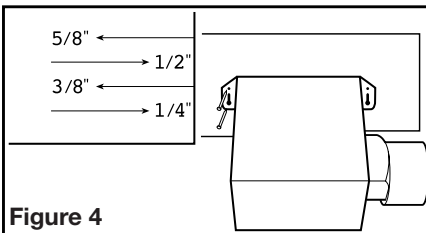
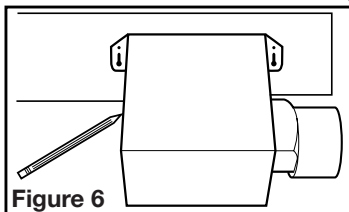

Figure 4
Figure 6
- Mounting Tab Installation:** Using the gauge on the fan's housing, line up housing so that it will be flush with the finished ceiling. Position the fan so that the tabs rest flat against the joist and secure with four nails (not provided) to ensure proper installation (**Figure 4**).
- Mounting Tab Installation:** Position housing against the joist and trace an outline of the housing onto the ceiling material (**Figure 6**). Set housing aside and cut opening, being careful not to cut or damage any electrical or other hidden utilities. Place housing next to the joist and insure that it is flush with the finished ceiling. Secure with four nails (not provided) to ensure proper installation (**Figure 4**).
- Installation des Onglets de Montage :** à l'aide des guides sur le châssis du ventilateur, aligner le châssis pour qu'il soit à effleurement avec le plafond fini. Positionner le ventilateur pour que les onglets reposent à plat contre la solive et fixer en place à l'aide de quatre (4) clous (non-compris) pour assurer une bonne installation (**Figure 4**).
- Installation des Onglets de montage :** positionner le châssis contre la solive et tracer un contour du châssis sur le matériau du plafond (**Figure 6**). Mettre le châssis de côté et découper l'ouverture, en prenant soin de ne pas couper de câble électrique dissimulé ou autre utilité. Placer le châssis près de la solive et vous assurer qu'il soit à effleurement avec le plafond fini. Fixer avec quatre (4) clous (non-compris) pour assurer une installation adéquate (**Figure 4**).